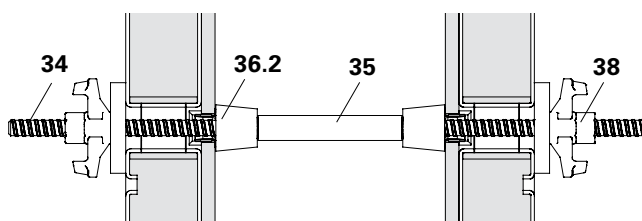

Fig. A6.09
- Tirante DW 20 (34)
- Tubo distanziatore DR 28 (35)
- Contropiastra DW 20 (38)
- Dado con alette DW 20 (38)
- (Fig. A6.09)